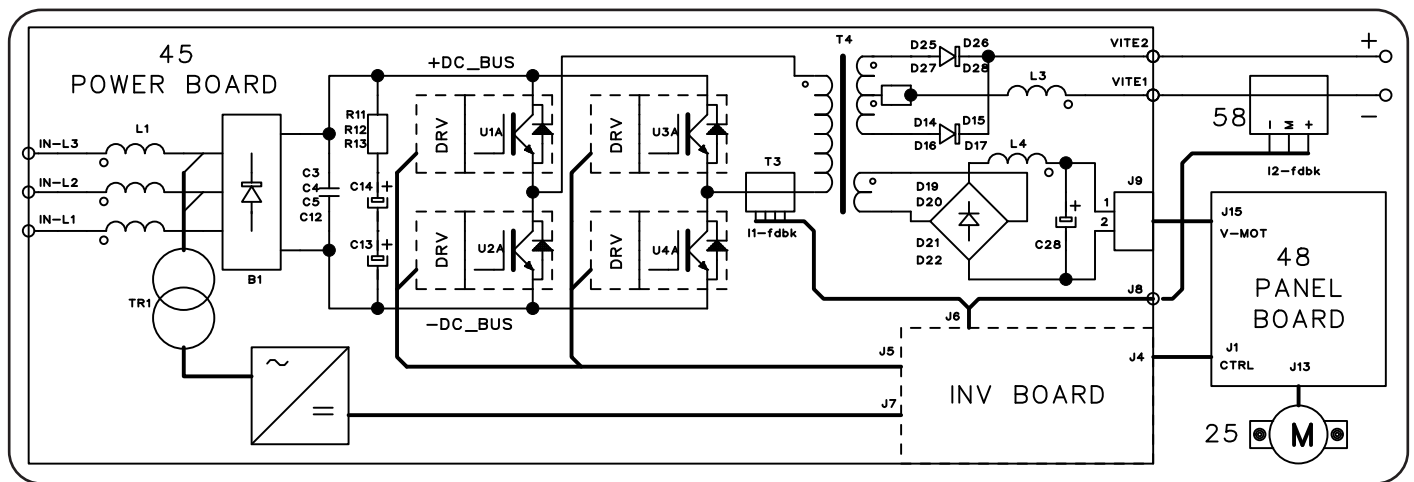

Fig. 2.3.1 (art. 323)
Más exactamente en la tarjeta potencia (45) se pueden identificar (Fig. 2.3.1, 2.3.2):
- el inverter de igbt, que genera la tensión alterna de onda cuadrada para el transformador de potencia T4, montado en la tarjeta potencia (45);
- art. 323, ver Fig. 2.3.1 y Mapa conectores, par. 5.6: